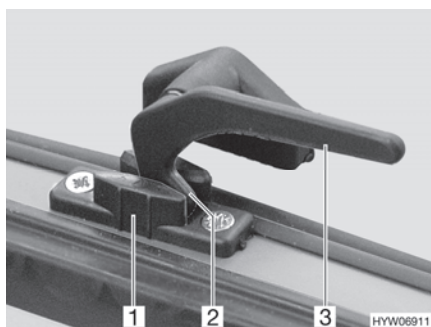

Fig. 70 Levier de verrouillage en position "Aération permanente"
- En position "Aération permanente" (Fig. 70)
- Tourner tous les leviers de verrouillage (Fig. 70,3) d'un quart de tour vers le centre de la fenêtre.
- Remettre tous les leviers de verrouillage en position initiale. Le tenon de verrouillage (Fig. 70,2) doit pénétrer alors dans le logement prévu à cet effet dans le verrouillage de fenêtre (Fig. 70,1).